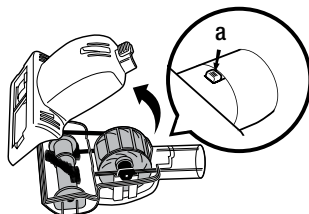

Fig. 25
- 1 Deslice la traba (a) hacia adelante e incline la cubierta inferior hacia arriba para removerla. **(Fig. 25)**